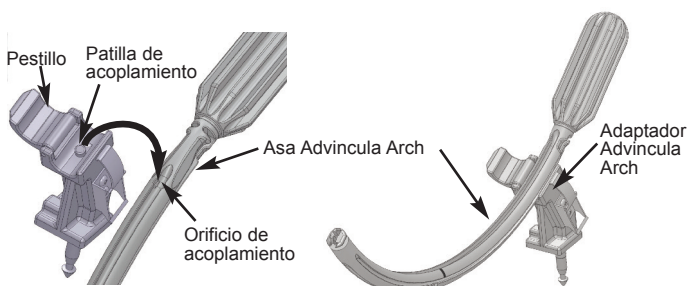

Figura 2. Conexión del asa Advincula Arch
1. Abra el pestillo del adaptador (consulte la Figura 2).